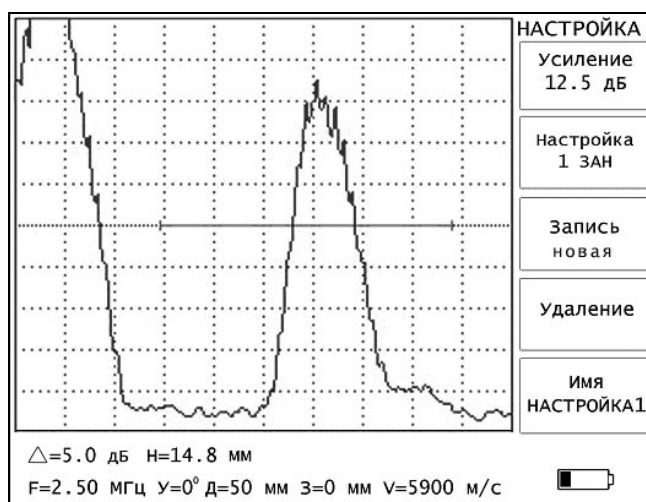

Рис. 5.20.
5.5.14. Меню «**НАСТРОЙКА**» содержит следующие параметры (рис. 5.20).